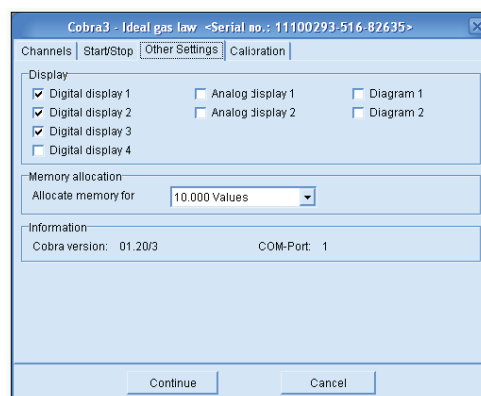

Fig. 3
- **Other settings** (*Digital display 1, 2, 3 – fig. 3*);